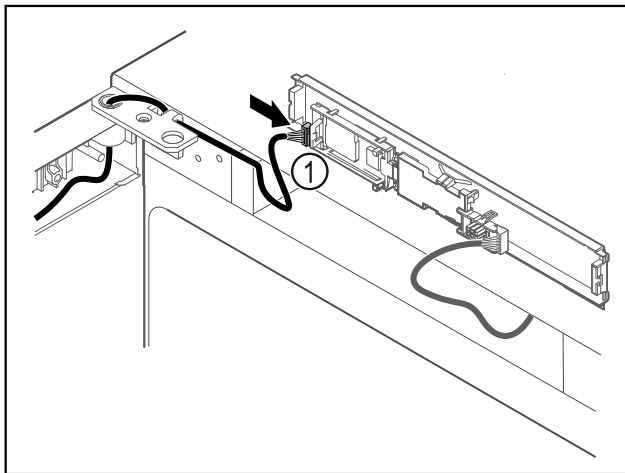

Fig. 55
- Brancher le connecteur Fig. 55 (1) sur la platine.